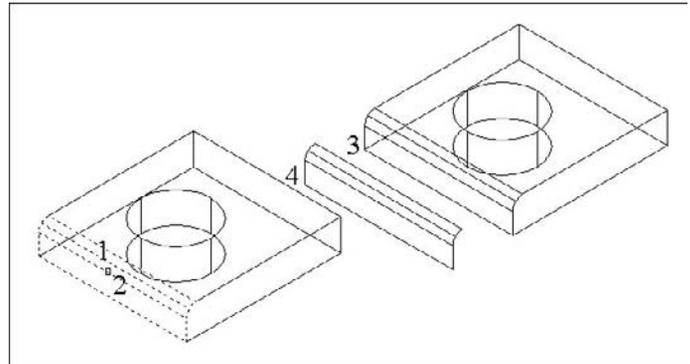

Fig.20.12
**Pour copier une face de solide, la procédure est la suivante (fig.20.12) :**